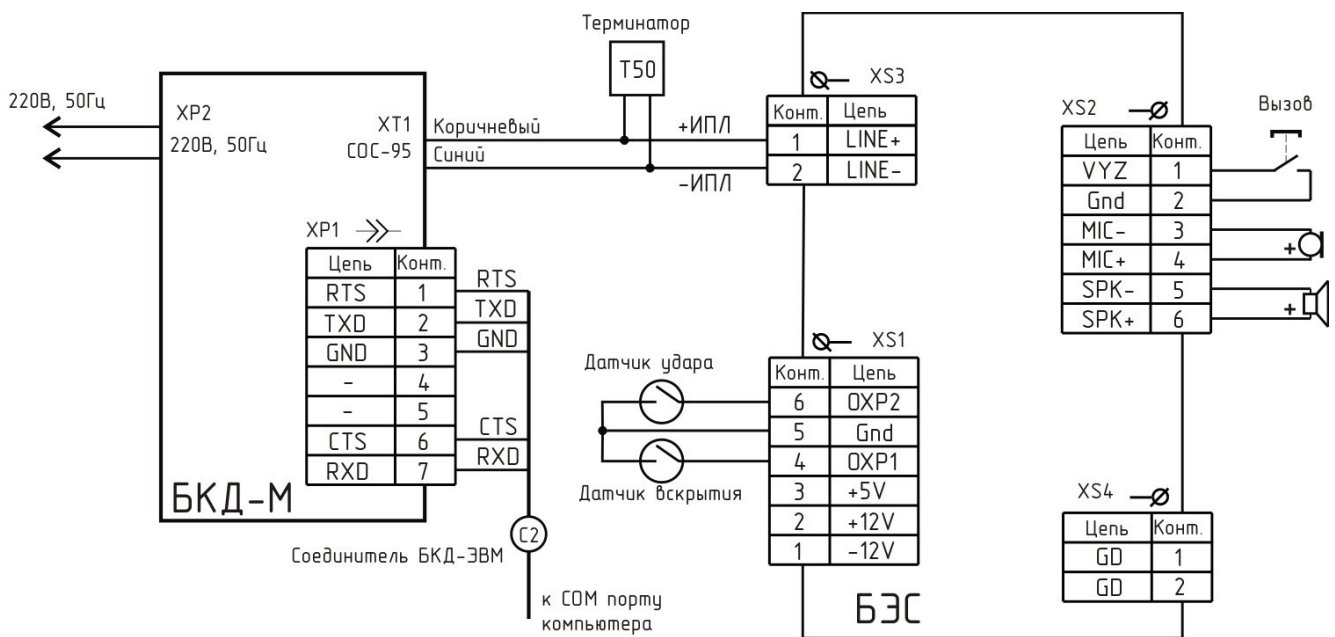

Рисунок 37
- собрать отладочный стенд в соответствии со схемой подключения для первого варианта (рисунок 37) в составе: БЭС с подключенным электретным микрофоном (МЭК-332, напряжение не менее 5В), громкоговорителем (8 Ом, 1 Вт), кнопкой вызова, охранными датчиками, БКД-М, терминатор T50, соединитель «БКД-ЭВМ»;